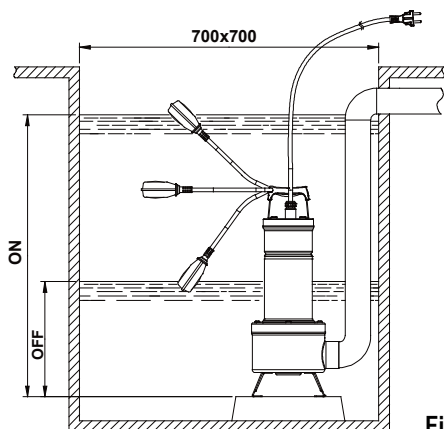
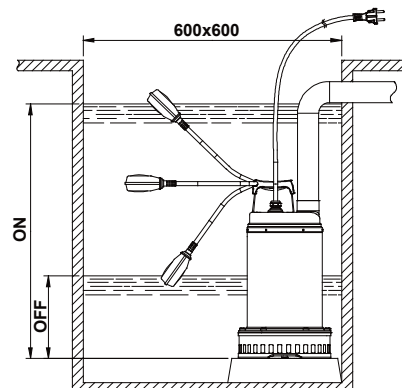

Fig.1
Fig.3
- 4.1 Si el fondo del pozo donde la bomba deberá trabajar estuviera muy sucio, es conveniente instalar un soporte para apoyar la bomba y evitar así que se obstruya (Fig.1, Fig.3).
- 4.4 Para la versión provista de interruptor de flotador, comprobar que éste pueda moverse libremente (VÉASE EL PÁRRAFO DE REGULACIÓN DEL INTERRUPTOR DE FLOTADOR). Prever pozos de instalación con dimensiones mínimas como en la Fig.1. Se deberá siempre dimensionar el pozo incluso en relación a la cantidad de agua que llega y al caudal de la bomba, con el propósito de no someter el motor a excesivos arranques.
2. Para la versión provista de interruptor de flotador, comprobar que éste pueda moverse libremente (VÉASE EL PÁRRAFO DE REGULACIÓN DEL INTERRUPTOR DE FLOTADOR). Prever pozos de instalación con dimensiones mínimas como en la Fig.3. Se deberá siempre dimensionar el pozo incluso en relación a la cantidad de agua que llega y al caudal de la bomba, con el propósito de no someter el motor a excesivos arranques.